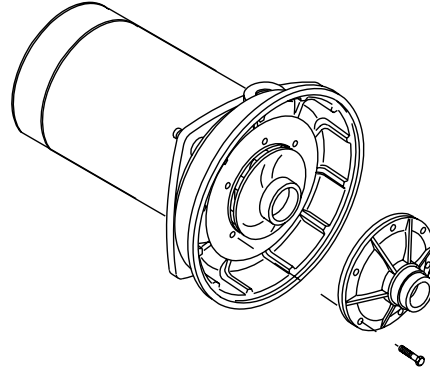

Figura 20 – Retirar el difusor
1. Retire los cuatro tornillos que sujetan el difusor a la placa de estanqueidad; retire el difusor (consulte la Figura 20). Ahora se puede limpiar el impulsor que ha quedado expuesto.